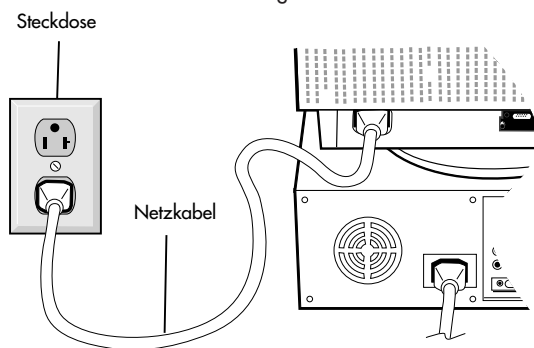

Abbildung C.1
**HINWEIS:** Den MultiSync A500+ oder A700+ Macintosh-Kabeladapter können Sie bei NEC Technologies unter der Telefonnummer (800) 820-1230 bestellen.
5. Schließen Sie ein Ende des Netzkabels an den MultiSync Monitor der Serie A an und stecken Sie das andere Ende in die Steckdose (Abbildung C.1).